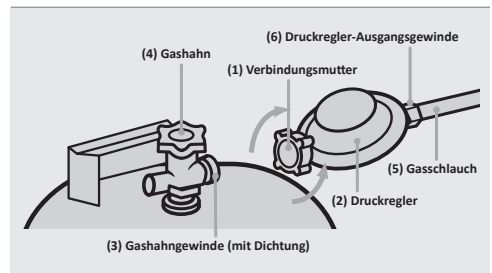

Abb.1: Montage des Druckreglers
2. Verbinden Sie den Druckregler mit der Gasflasche, indem Sie die Verbindungsmutter (1) des Druckreglers (2) durch Linksdrehung (von Hand) auf das Gashahngewinde (3) schrauben (siehe Abb. 1).
bindungsmutter (siehe Abb. 1, Nr. 1) des Druckreglers (siehe Abb. 1, Nr. 2) durch Linksdrehung (von Hand) auf das Gashahngewinde (siehe Abb.1, Nr. 3) schrauben (siehe Abb. 1).